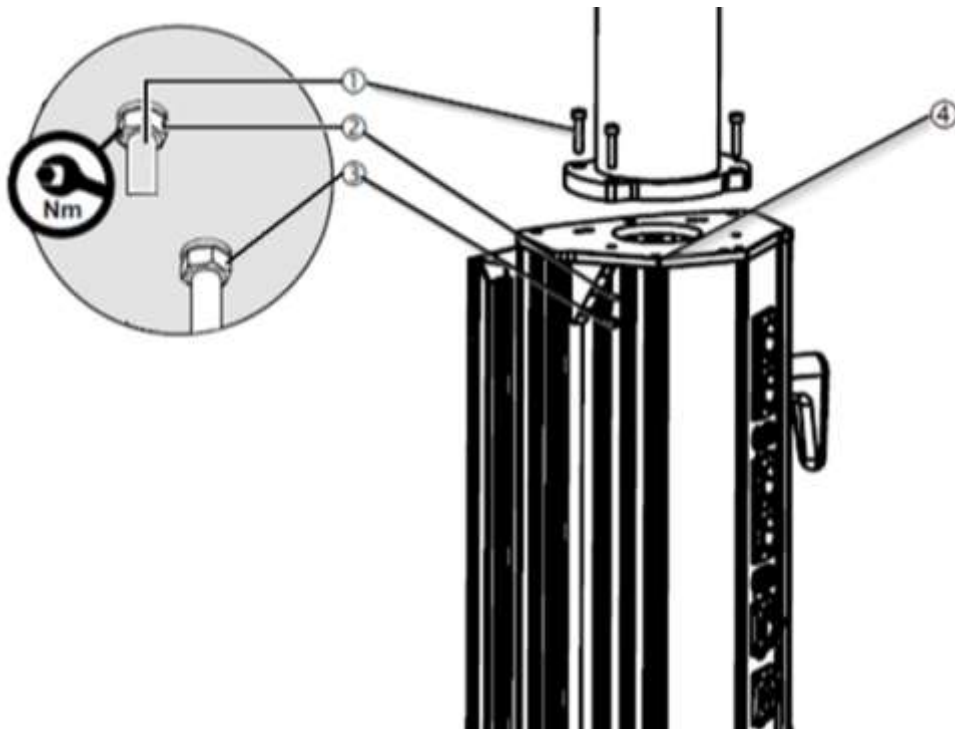

Abb.19 Demontage/Montage des Servicekopfes am Fallrohr.
- Richten Sie den Versorgungskopf aus, ohne Spannung auf die Versorgungsschläuche ① auszuüben.
- Setzen Sie die 4 Zylinderschrauben M8 ① so ein, dass sie mit den 4 Aufnahmen an der Oberseite des Versorgungskopfes übereinstimmen, wie in Abbildung 19 dargestellt.
- Setzen Sie für jede zylindrische Inbusschraube M8 ① 1 Sicherungsscheibe S10 ② ein (wie in Abbildung 19 dargestellt), sodass die flache Scheibe zwischen dem oberen Verschluss des Servicekopfes (auf der Innenseite) und der entsprechenden Sechskantmutter ③ sitzt.